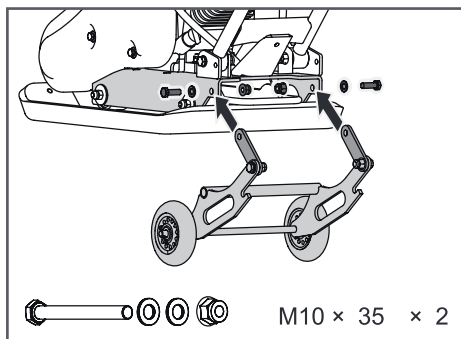

Рис. 6 Установка транспортировочной тележки
- Совместите отверстия в соединительных пластинах тележки и раме виброплиты, как показано на Рис. 6, и вставьте в отверстия болты M10 из комплекта крепежа тележки и закрутите гайки.